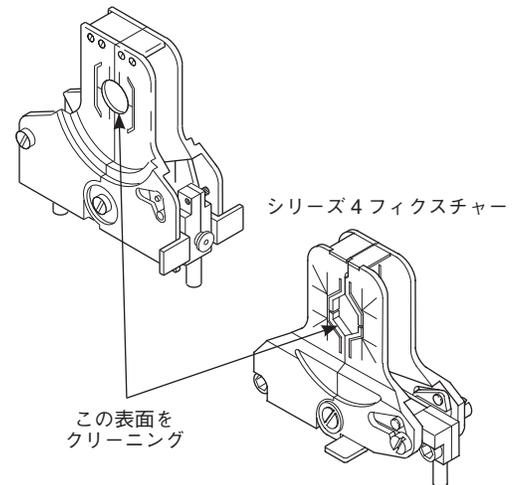

図24：マイクロ・ウェルド・ヘッド・フィクスチャーのクリーニングを行う
1. 溶接物に接触しているフィクスチャー表面のクリーニングを行います。その際は、マイクロ・ウェルド・ヘッドの工具セットに含まれているワイヤー・ブラシをご使用ください（図24）。